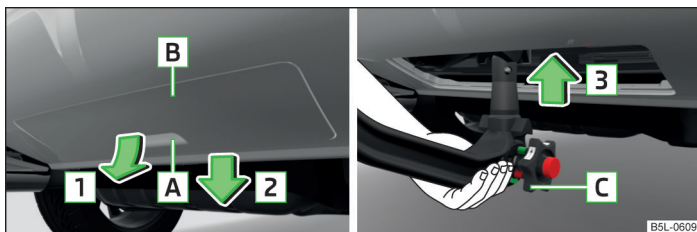

Fig. 129 Extraer la caperuza copertera situada en el parachoques trasero / aplicar la barra de cabeza esférica
- Agarre la caperuza copertera situada en el parachoques trasero **B** » fig. 129 por el asidero **A**, desbloquéela en el sentido de la flecha **1** y extráigala en el sentido de la flecha **2**.
- Agarre la barra de cabeza esférica **desde abajo** » fig. 129 y encájela en la cavidad de alojamiento siguiendo el sentido de la flecha **3** hasta que se encastre de forma audible » .
El volante **C** » fig. 129 gira **automáticamente** hacia atrás y descansa sobre la barra de cabeza esférica » .